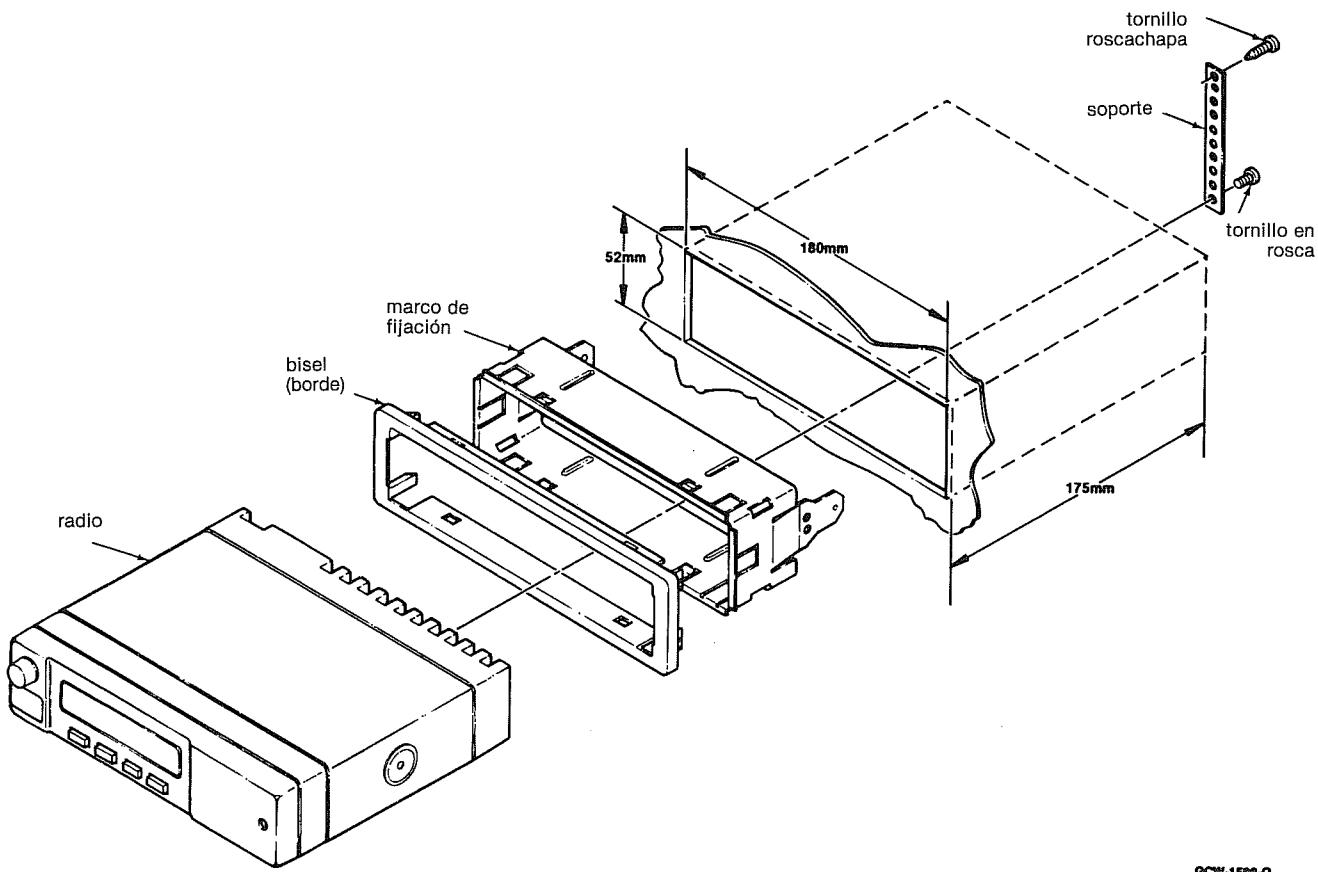

Figura 1
(1) Abrir incisión para la radio en el tablero y agrandarla si fuera necesario hasta conseguir las dimensiones que aparecen en la Figura 1.
(3) Meter la radio en el marco de fijación hasta que encaje bien.
(4) Sujetar el soporte (Figura 1) a la carrocería del automóvil con un tornillo roscachapa y al cuerpo refrigerante de la radio con un tornillo en rosca.